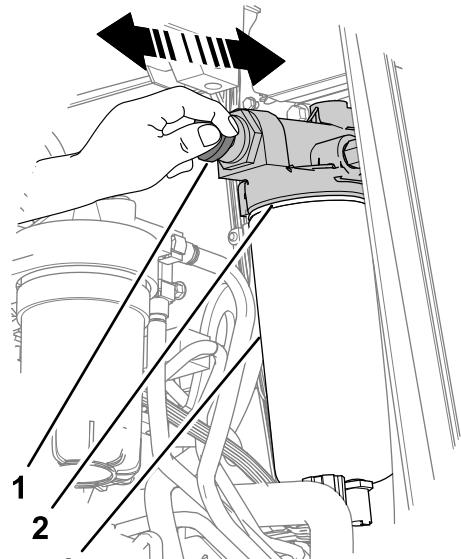

Figura 81
3. Limpie el cabezal de la bomba de combustible y la bomba de cebado usando un limpiador en spray de secado rápido y aire comprimido (Figura 81).
4. Desbloquee el mando de la bomba de cebado girándola en sentido **antihorario** (Figura 81).
5. Accione el mando de la bomba de cebado (Figura 81) hasta que note resistencia y no pueda accionar más el mando (unos 140 a 150 veces para filtros secos, o 20 a 60 veces para filtros prellenados).
6. Bloquee el mando de la bomba de cebado manual girándolo en sentido horario hasta que haga tope (Figura 81).